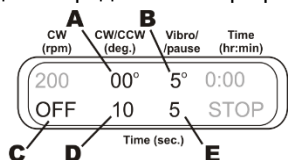

Рисунок 9.
- 6.9.4 **Вибродвижение + Пауза.** Отключите режим вращения, уменьшив значение таймера до индикации OFF (рис. 9/С). Для возвратно-поступательного движения, установите угол поворота на ноль (рис. 9/А) и время (1-250 с, рис. 9/Д), это продолжительность паузы. Установите угол поворота (1-5°, рис. 9/В) и время (1-5 с, рис. 9/Е) для вибродвижения. График на рисунке 10 отображает данную программу.